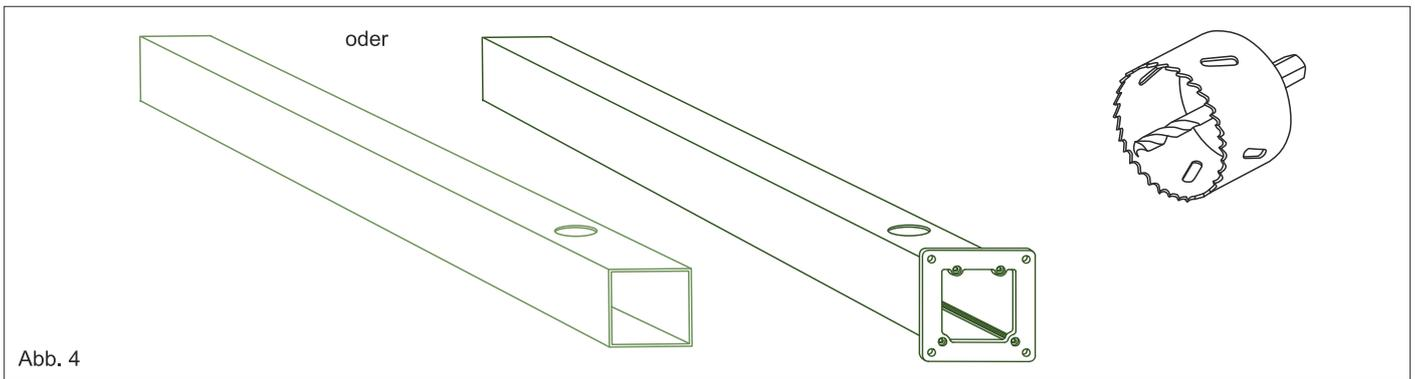

Abb. 4
A) B) 3. In einem der Pfosten wird das Wasserablaufrohr versteckt. Je nach Rohraustritt aus dem Pfosten (sichtbar über die Erdoberfläche oder einbetoniert/eingegraben im Erdreich) markieren Sie die Stelle für den Abfluss an unteren Ende des Pfosten und schneiden Sie mit einem Lochbohrer/einer Lochsäge eine 80mm Öffnung in den Pfosten. Siehe Abb. 4.